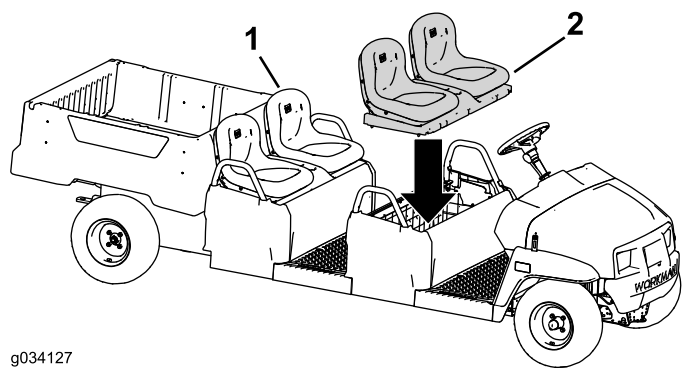

图52
2. 将原始座椅组件安装到后排座椅上图52。
3. 将座椅组件安装到前排座椅上 图52。